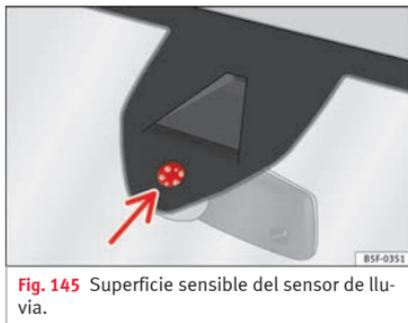

Fig. 145 Superficie sensible del sensor de lluvia.
Las posibles causas de anomalías e interpretaciones erróneas *en la zona de la superficie sensible* **»** **fig. 145** del sensor de lluvia son, entre otras:
- Limpie regularmente la superficie sensible del sensor de lluvia y compruebe posibles daños en las escobillas »» fig. 145 (flecha).